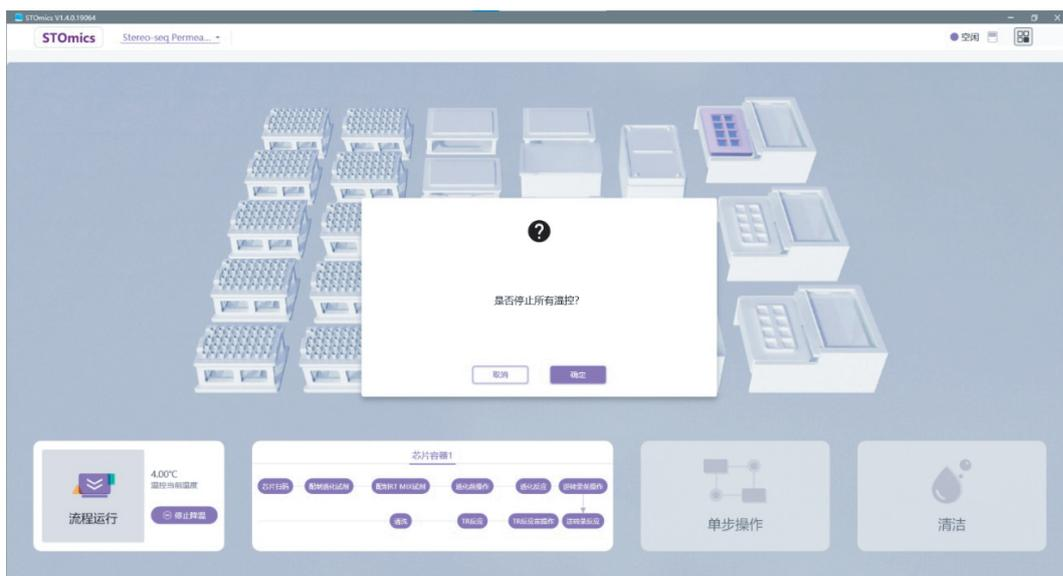

图 2-20 STOmics 软件透化流程结束界面
a. Go Spatial 流程运行结束后，会弹出“是否停止所有温控”的弹窗（图 2-20），无需操作，直接打开舱门，平稳小心地从深孔板区拿出 96 孔深孔板，释放后的 cDNA 试剂存储于此，cDNA 产物存放位置如图 2-21 所示。
- 确定试剂已回收后，点击“确定”即结束运行（图 2-20），此时低温试剂区的温控停止，温度逐渐恢复至室温。